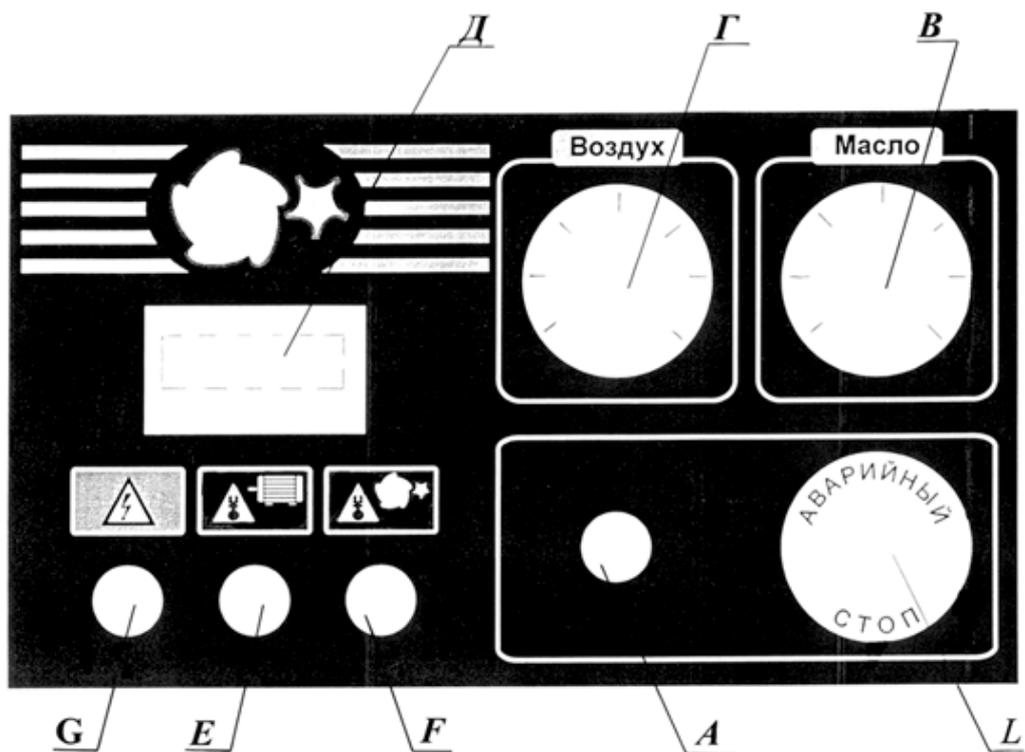

Рис.2 Внешний вид установки
**015** - Панель управления. На лицевую сторону панели управления вынесены следующие органы управления, контрольно-измерительная и сигнальная аппаратура (см. рис. 2).